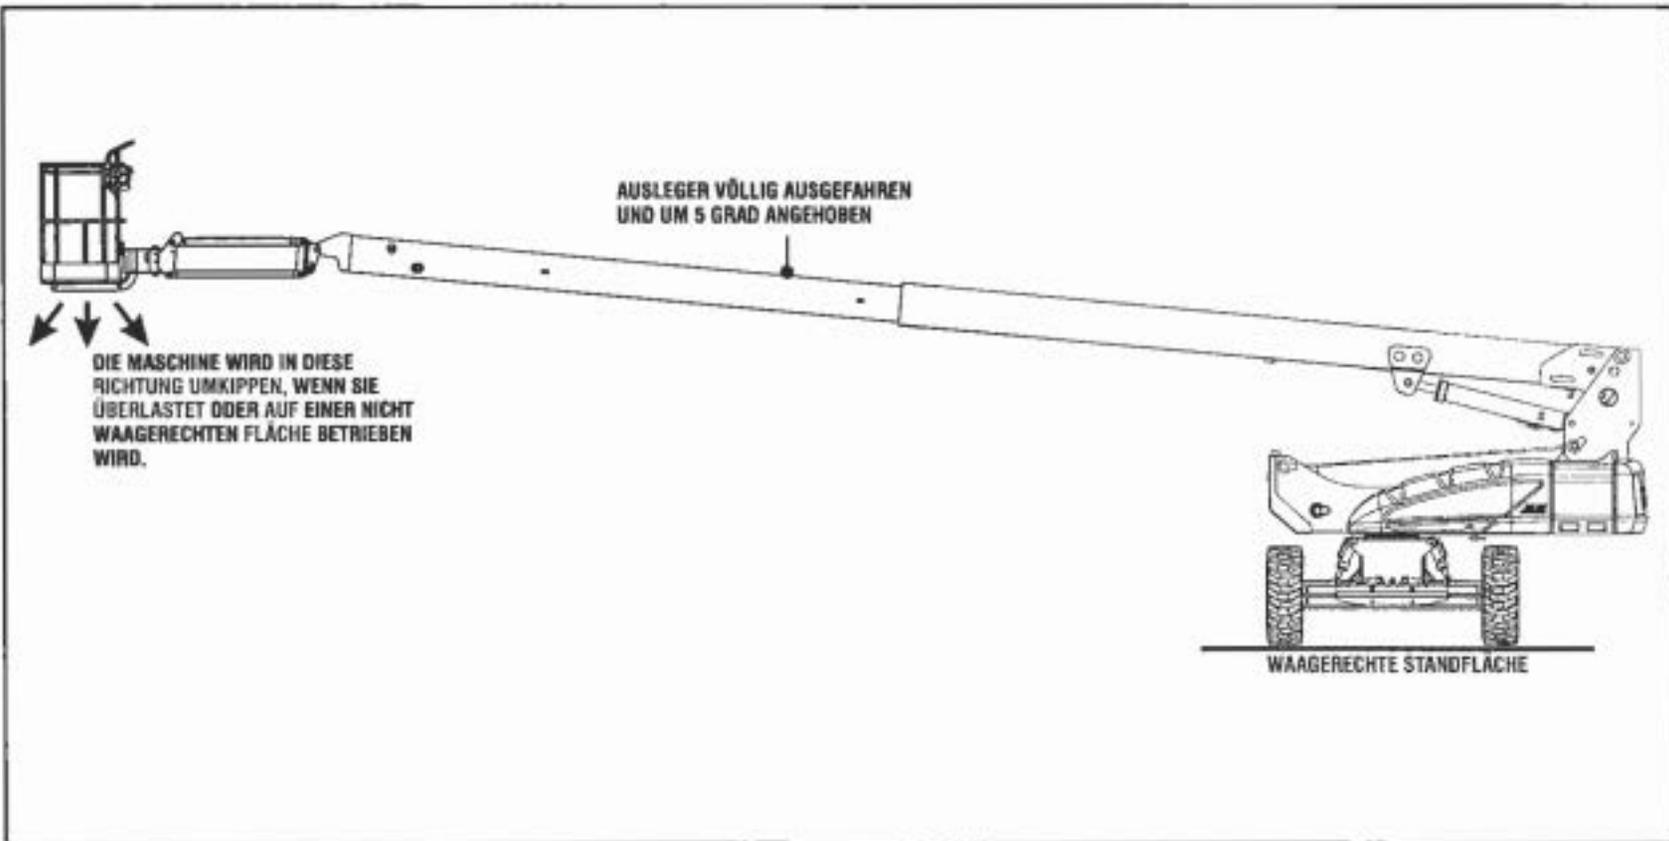
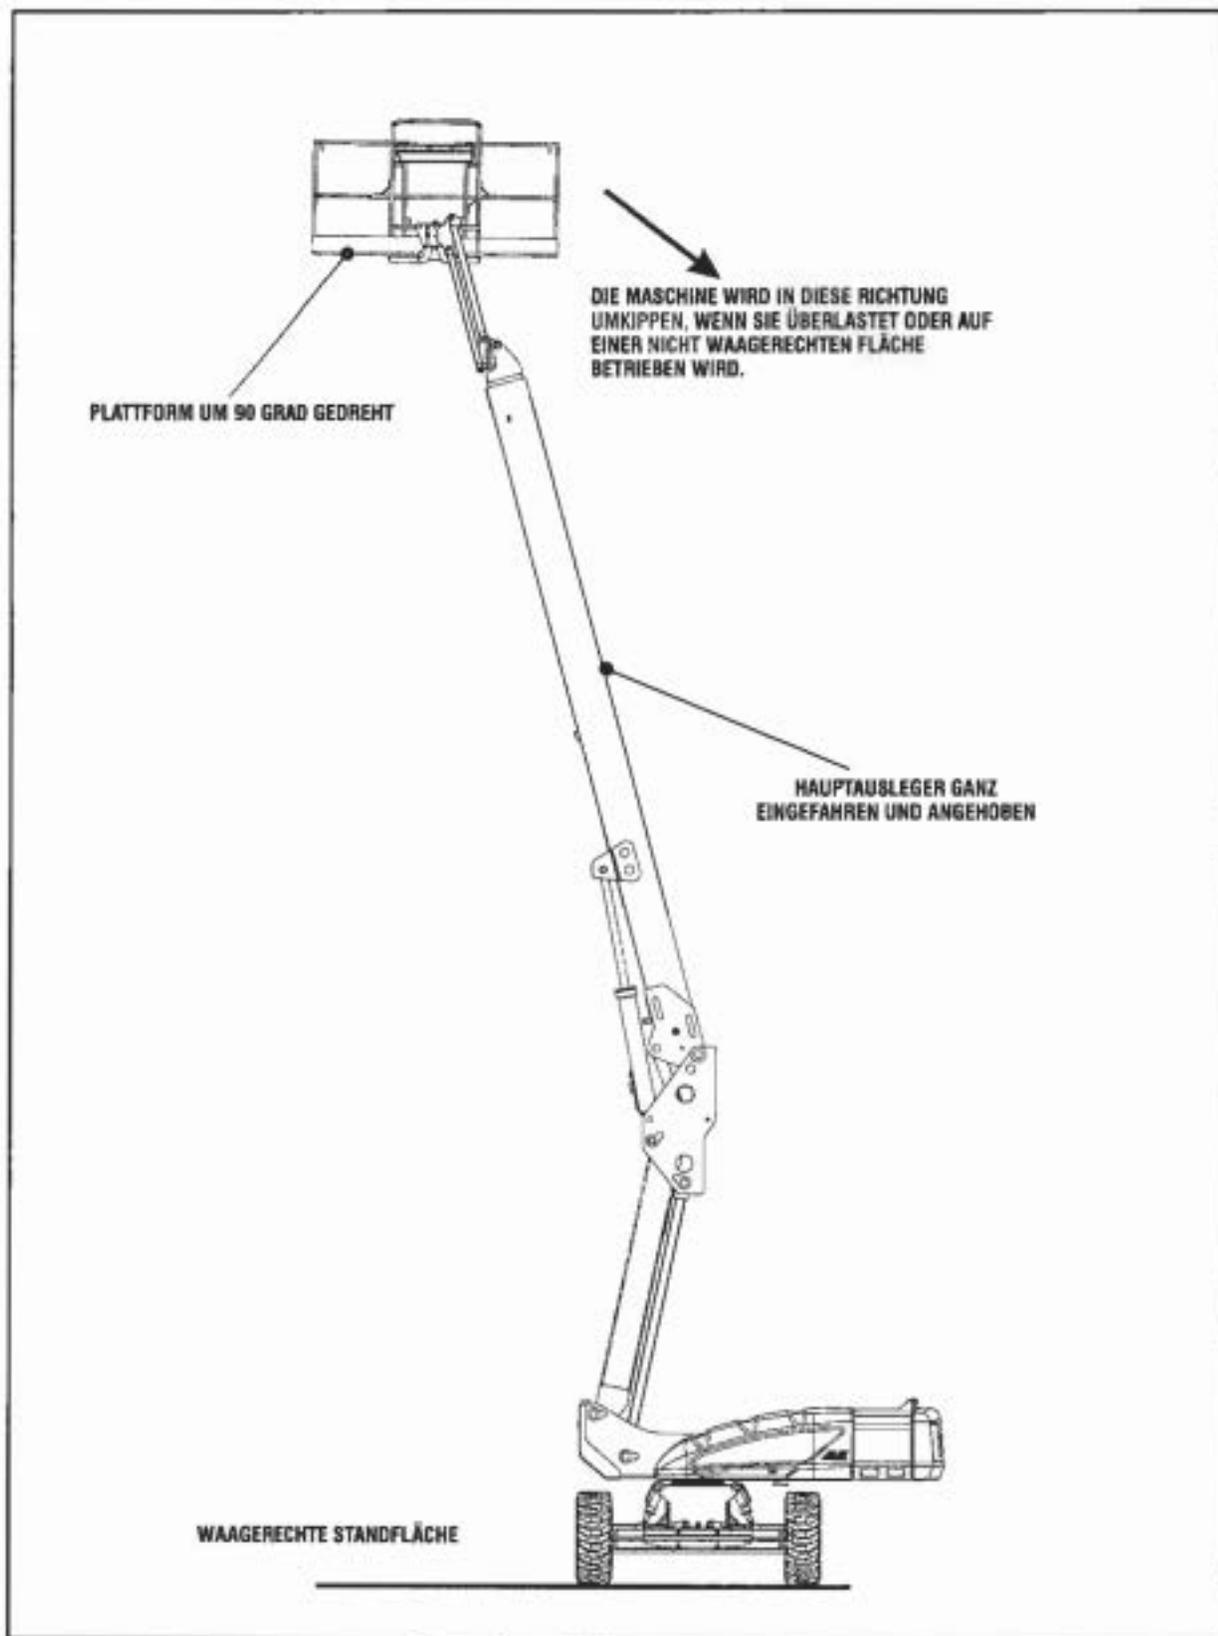

Abbildung 3-1. Stellung der geringsten Vorwärtsstabilität
Abbildung 3-2. Stellung der geringsten Rückwärtstabilität
Die Stabilität der Maschine beruht auf zwei (2) Bedingungen, die als VORWÄRTSSTABILITÄT und RÜCKWÄRTSSTABILITÄT bezeichnet werden. Die Maschinenstellung der geringsten VORWÄRTSSTABILITÄT ist in Abbildung 3-1., Stellung der geringsten Vorwärtsstabilität und die Stellung der geringsten RÜCKWÄRTSSTABILITÄT in Abbildung 3-2., Stellung der geringsten Rückwärtsstabilität dargestellt.